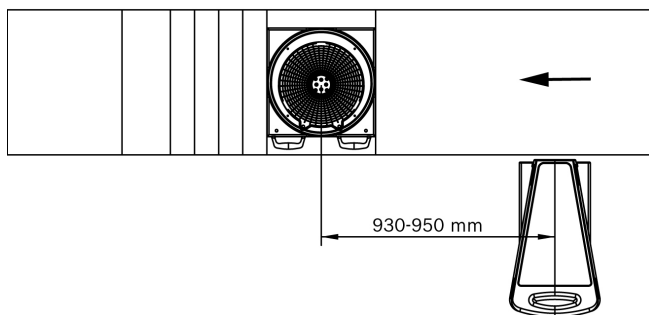

Fig. 3: Abstand Drehteller zu Messwertaufnehmer
1. Messwertaufnehmerposition mit kürzestem Abstand zur Drehplatte ermitteln (Fig.3).